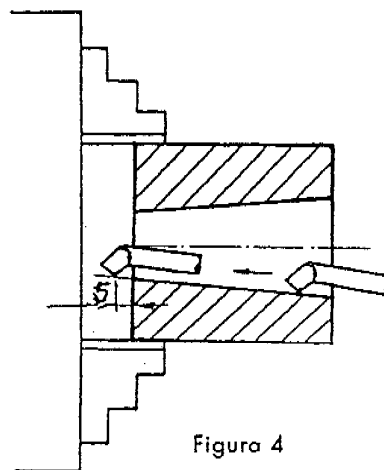

Figura 4
La herramienta tiene que estar rigurosamente a la altura del centro y perpendicular a la generatriz del cono ( Figura 4 ).
- b. Desplace el carro principal hacia la izquierda hasta que la punta de la herramienta sobrepase 5mm, aproximadamente, a la longitud del cono ( Figura 4 ).